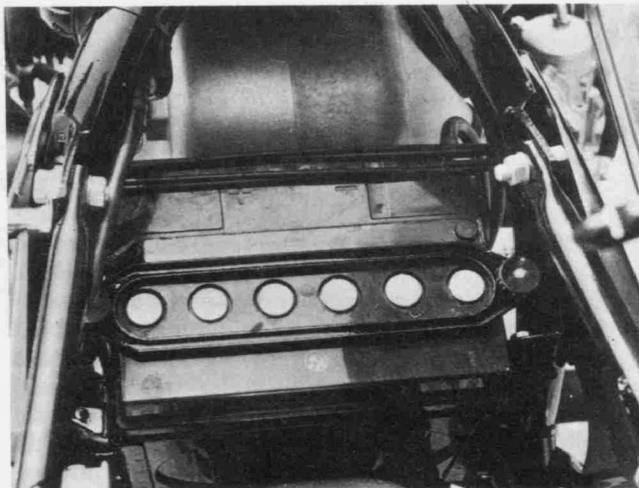

Bild 324
- Motorräder der Baureihe 6 und R90S: Luftfilter und beide Deckel abnehmen; vgl. Kapitel 5.3, Seite 76. Das Spannbänder der seitlichen Abdeckung aushaken und die Abdeckungen abnehmen. Die zwei Spannbändermutter abdrehen und das Spannbänder abnehmen. Die Batteriepol-Abdeckungen abnehmen und die Batteriekabel – das negative (Masse) Kabel zuerst – abklemmen. Den Entlüftungsschlauch von dem am oberen Ende der Batterie befindlichen Rohr-ansatz abziehen. Die Batterie wird zwischen Rahmen und Motor auf der linken Seite des Motorrads herausgenommen (Bild 324).